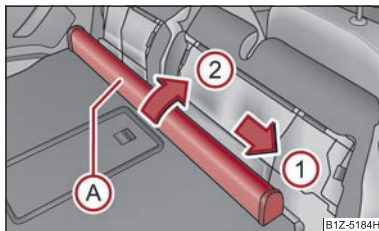

Fig. 78 Bancheta spate: Carcasei peretelui despărțitor de plasă
- Împingeți carcasa peretelui despărțitor (A) ⇒ fig. 78 în sensul săgeții (1) și scoateți-o din spătarul scaunelor din spate în sensul săgeții (2).